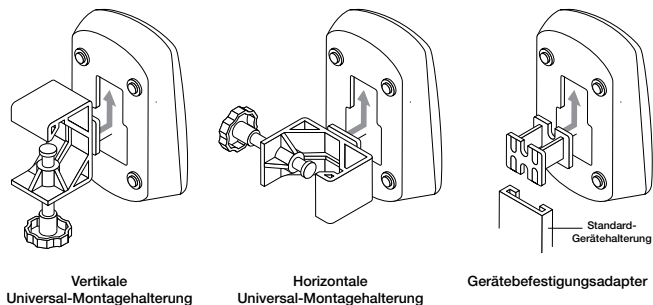

Abbildung 3. Aerogen-Pro-X-Steuermodul und Universal-Montagehalterung – Installationsvarianten
7. Mit der Universal-Montagehalterung kann das Steuermodul in vertikaler oder horizontaler Ausrichtung an einem Infusionsständer oder einer Bettschiene befestigt werden (Abbildung 3).
8. Wenn eine Standard-Gerätehalterung vorhanden ist, kann der Gerätebefestigungsadapter verwendet werden, um das Steuermodul zu befestigen (Abbildung 3).